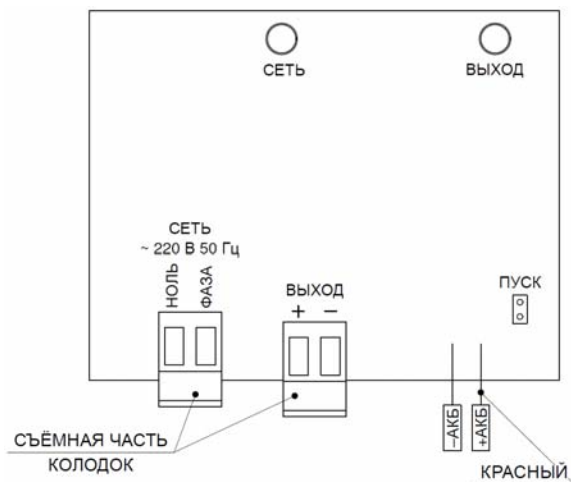

Рисунок 1 - общий вид платы изделия.
Конструктивно изделие представляет собой плату и трансформатор, размещённые в пластиковом корпусе. При открытой крышке (см. рис. 1) осуществляется доступ к плате с установленными на ней светодиодами СЕТЬ и ВЫХОД (светодиоды видны и при закрытой крышке сквозь прорези в корпусе); колодками СЕТЬ и ВЫХОД, переключателями АКБ+ и АКБ- для подключения АКБ и парой контактов ПУСК. АКБ устанавливается в нижней части корпуса изделия.
- подключить провода сети 220 В 50 Гц к колодке СЕТЬ (см. рис. 1) соблюдая фазировку;